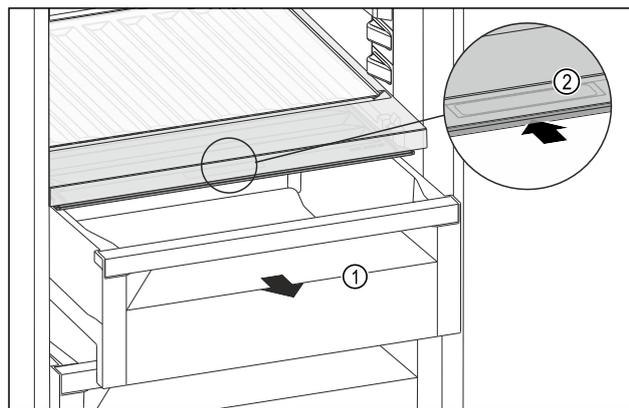

Fig. 119
- ▶ Vytiahnite zásuvku Fig. 119 (1).
- ▶ Uchopte priehľbinu na rukoväť Fig. 119 (2) na veku zásuvky a súčasne tlačte veko zásuvky dozadu.